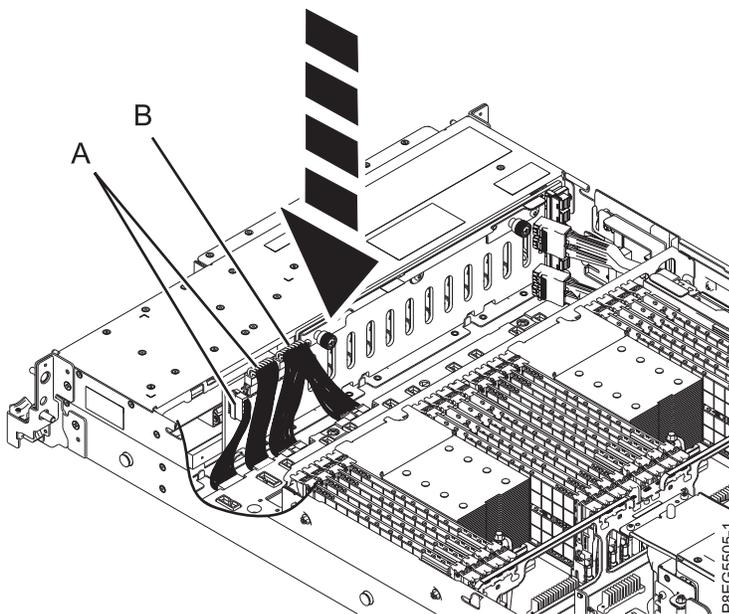

Abbildung 7. Erneutes Anschließen der Signalkabel, Netzkabel und Steuerkonsolenkabel
5. Schließen Sie die Signalkabel und die Steuerkonsolenkabel **(A)** sowie das Y-Netzkabel **(B)** erneut an die Plattenlaufwerksrückwandplatine an (wie dargestellt in Abb. 7).